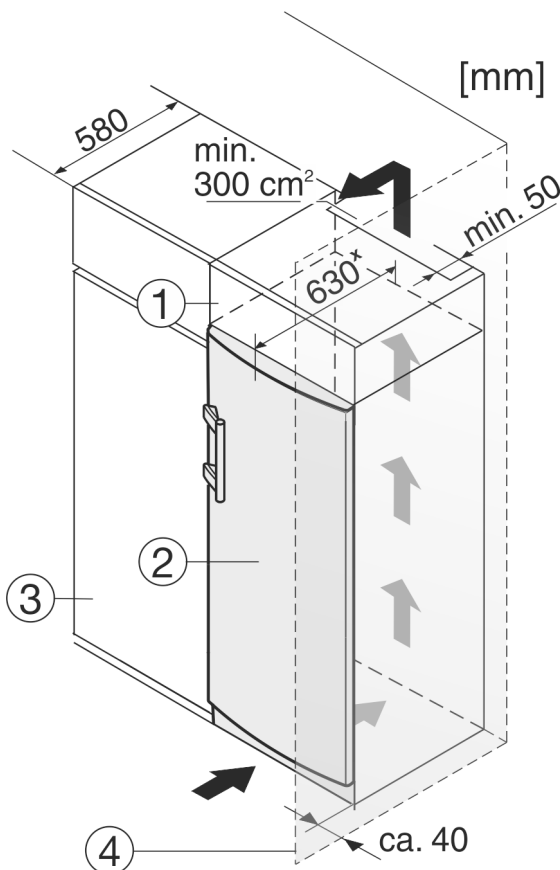

Fig. 12
- (1) Aufsatzschrank
- (2) Gerät
- (3) Küchenschrank
- (4) Wand
Das Gerät kann mit Küchenschränken umbaut werden. Um das Gerät Fig. 12 (2) der Küchenzeilenhöhe anzugleichen, kann über dem Gerät ein Aufsatzschrank Fig. 12 (1) angebracht werden.
Beim Umbau mit Küchenschränken (Tiefe max. 580 mm) kann das Gerät direkt neben dem Küchenschrank Fig. 12 (3) aufgestellt werden. Das Gerät steht seitlich 34 mm * und in der Gerätemitte 50 mm * gegenüber der Küchenschrankfront vor.
Wenn das Gerät mit den Scharnieren neben einer Wand Fig. 12 (4) aufgestellt wird, muss der Abstand zwischen Gerät und Wand mindestens 40 mm betragen. Dies entspricht dem Griffüberstand bei geöffneter Tür.